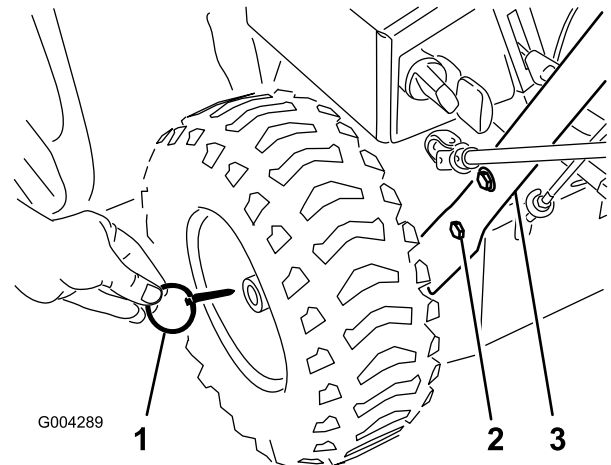

Figure 3
2. Retirez les goupilles d'essieu des deux roues et faites glisser ces dernières d'environ 2,5 cm vers l'extérieur (Figure 3).
5. Placez les trous du côté gauche du guidon en face de ceux du panneau latéral gauche, et fixez le guidon à l'aide de 2 vis d'assemblage et rondelles Belleville serrées à la main (Figure 3).